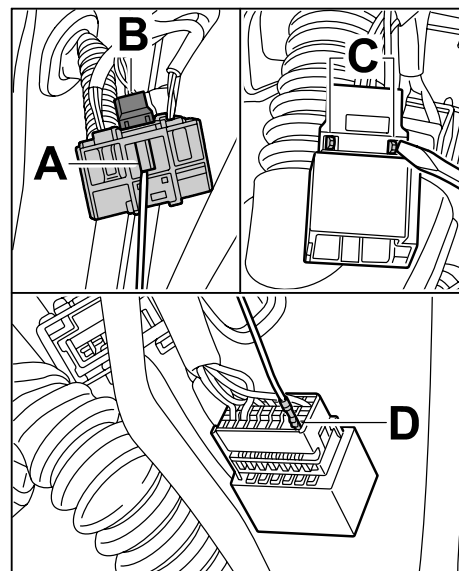

Bild 7
- 2.6.1 Rastenase  $\Rightarrow$  Bild 7 -A- an der Steckerleiste entriegeln und mittleres 21-poliges Steckergehäuse "2AL"  $\Rightarrow$  Bild 7 -B- entnehmen.
- 2.6.2 Rastenasen  $\Rightarrow$  Bild 7 -C- drücken und Pinverriegelung von Steckergehäuse abbauen.
- 2.6.3 Pin der Leitung; RD; 0,752 des Leitungssatzes Inverter in das Steckergehäuse "2AL; KL.21" einsetzen  $\Rightarrow$  Bild 7 -D-